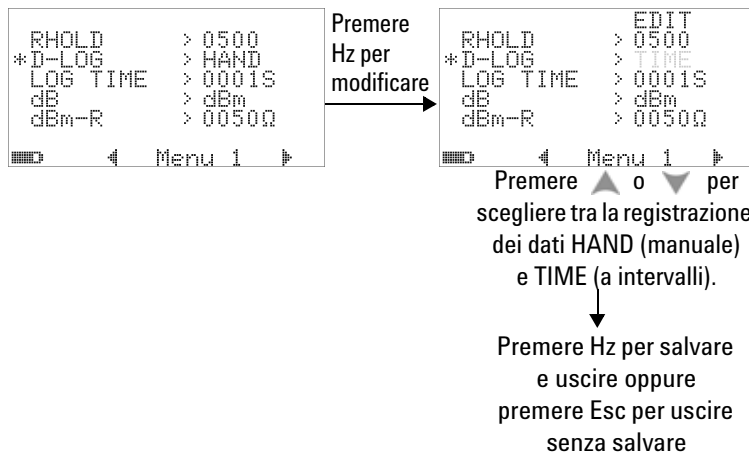

Figura 4-3 Impostazione della registrazione dei dati
- 1 Impostare l'opzione "HAND" per abilitare la registrazione dei dati manuale (Hand) oppure "TIME" per abilitare la registrazione dei dati a intervalli (Time). Consultare la. Vedere la Figura 4-3 sotto.